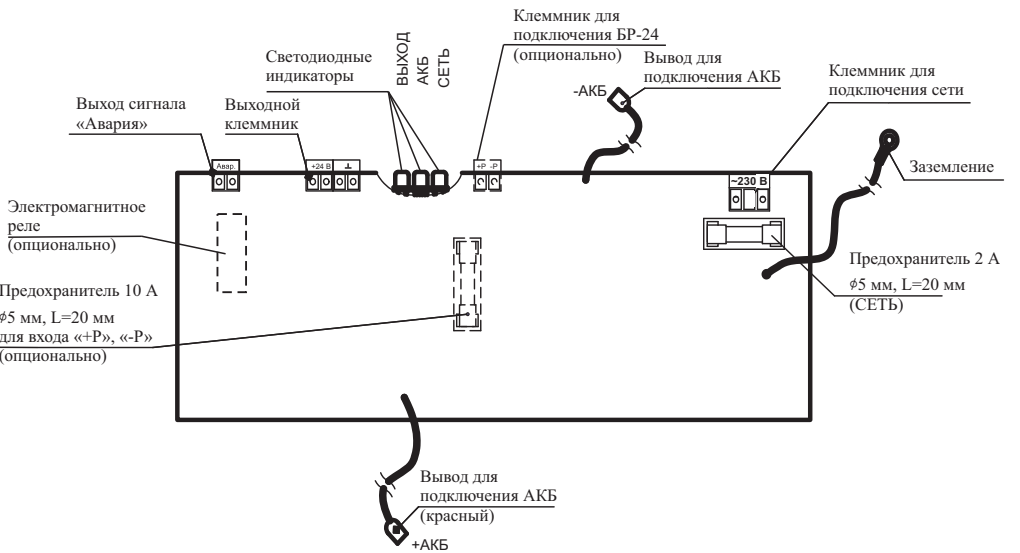

Рисунок 1– Плата источника
- 6.3 Подключение источника (см. рисунок 1) производить в следующей последовательности: